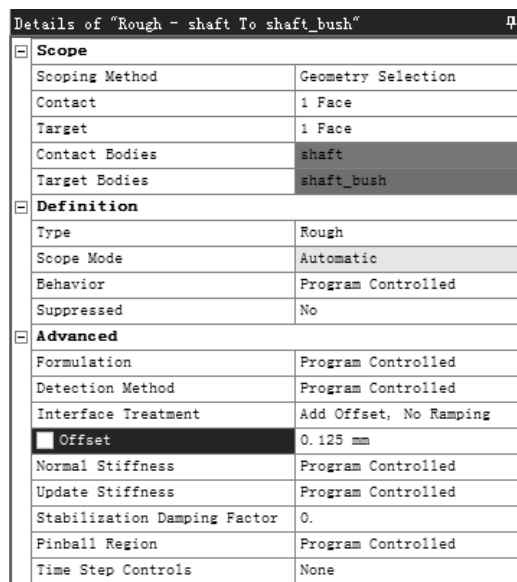

图 9.6.5 “定义接触参数”对话框
(2) 修改接触属性。在“Outline”窗口中选择 **Connections** 节点下的 **Contact Region 2**，弹出图 9.6.5 所示的“定义接触参数”对话框，在对话框 **Definition** 区域的 **Type** 下拉列表中选择 **Rough** 选项，在 **Advanced** 区域的 **Offset** 文本框中输入数值 0.125，完成接触属性的修改。